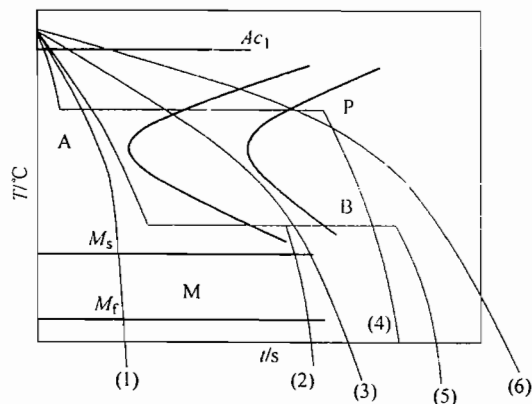

图 5-2 第五题第 2 小题图
2. (12 分) 根据共析碳钢的过冷奥氏体转变 C 曲线 (TTT 曲线) (如图 5-2 所示), 请写出经过图中所示 6 种不同工艺处理后材料的组织名称以及硬度排列 (从高到低)。